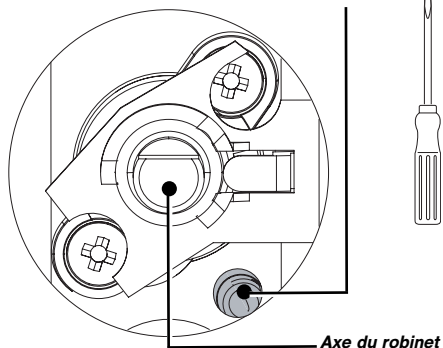

Fig. 06
- Dévissez la vis de réglage des ralenti en laiton (jaune) (Fig. 06), à l'aide d'un petit tournevis plat, de **2 tours dans le sens inverse des aiguilles d'une montre**.